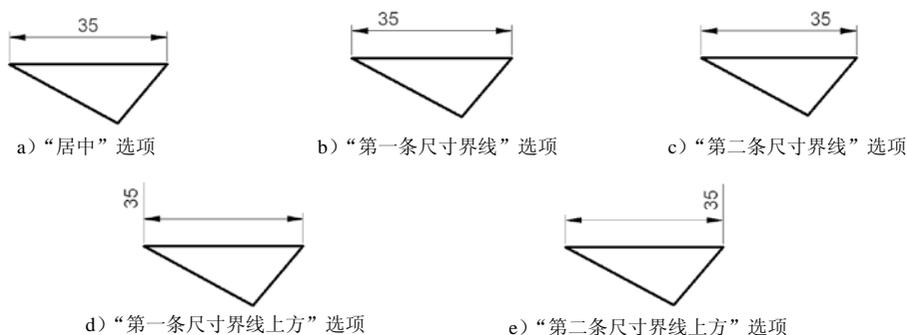

图 8.2.10 设置文字水平位置
- **水平 (A)**：下拉列表：用于设置标注文字相对于尺寸线和尺寸界线在水平方向的位置，其中有“居中”、“第一条尺寸界线”、“第二条尺寸界线”、“第一条尺寸界线上”及“第二条尺寸界线上”选项。图 8.2.10 显示了上述各位置的情况。